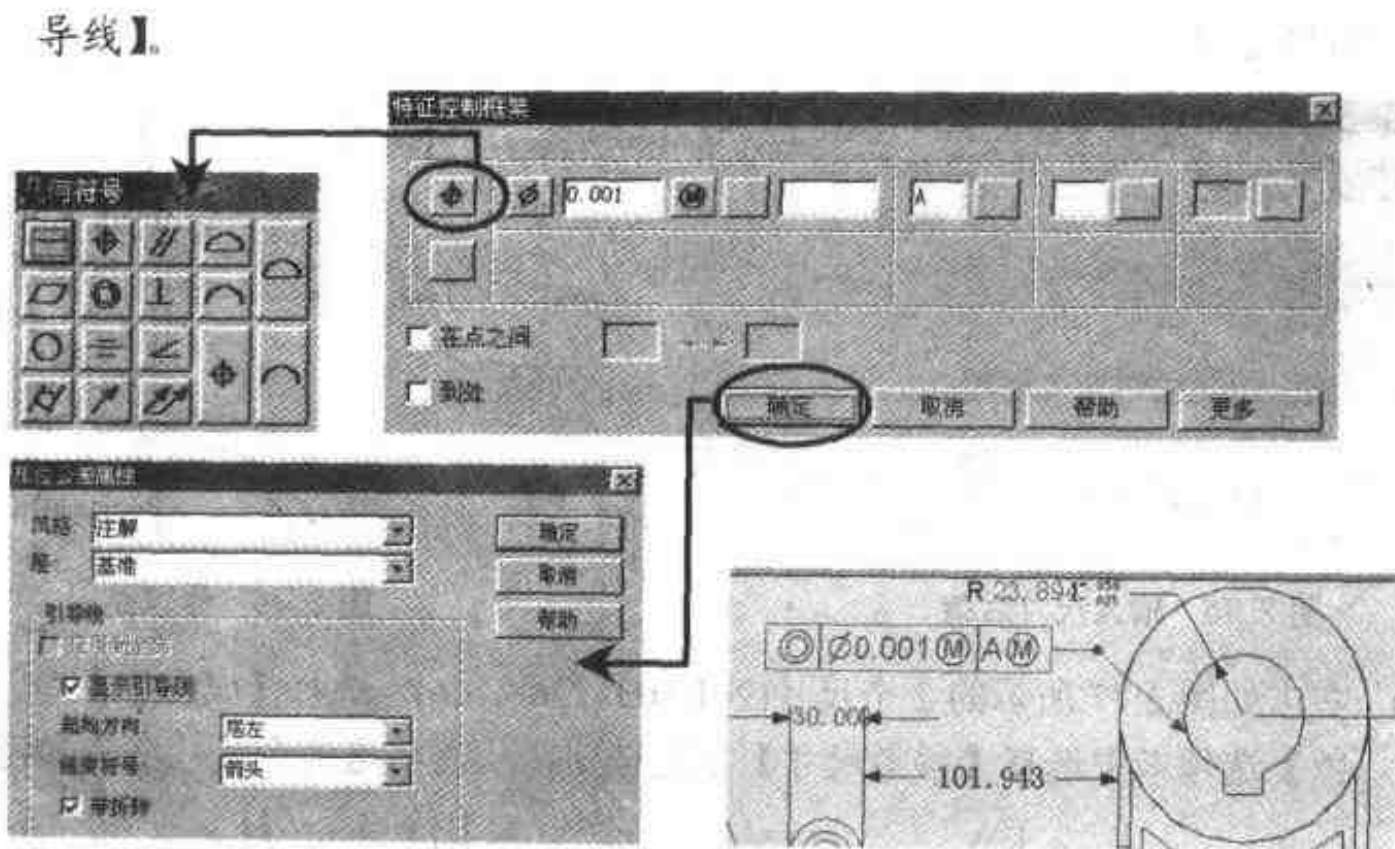

图 2.79 标注同轴度公差
单击【位置度公差】按钮, 然后单击内部圆形, 添加形位公差标注, 在【特征控制框架】对话框中输入同轴度公差值和相关符号, 如图 2.79 所示。
**注意** 要隐藏形位公差的引出线, 可单击如图 2.79 所示的【特征控制框架】对话框中的【更多】按钮, 在弹出的【形位公差属性】对话框中取消选择【显示引